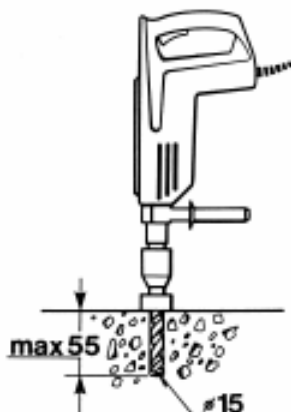

Fig. 9 Foratura per tasselli ad espansione
- forare il pavimento in corrispondenza dei punti di fissaggio (F) (fig. 8), mediante trapano a percussione dotato di punta con $\rightarrow = 15$ mm. La profondità massima dei fori deve essere 55 mm (fig. 9)
- drill the floor in correspondence with the fixing points (F) (fig. 8), using a hammer drill fitted with a $\rightarrow = 15$ mm tip. The maximum depth of the holes must be 55 mm (fig. 9)